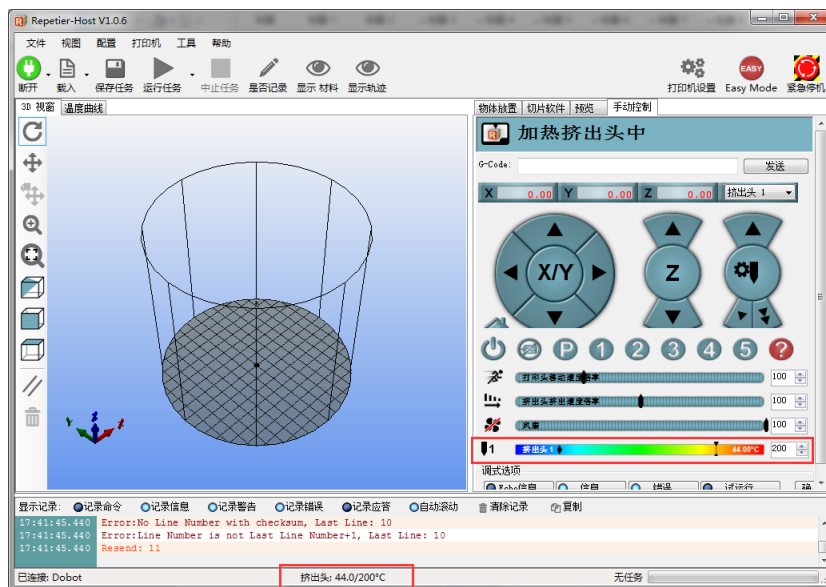

图 5.114 加热挤出头
1. 在Repetier Host主界面右侧的“手动控制”页签将挤出头加热温度设置为200°C，并单击，如图 5.114所示。